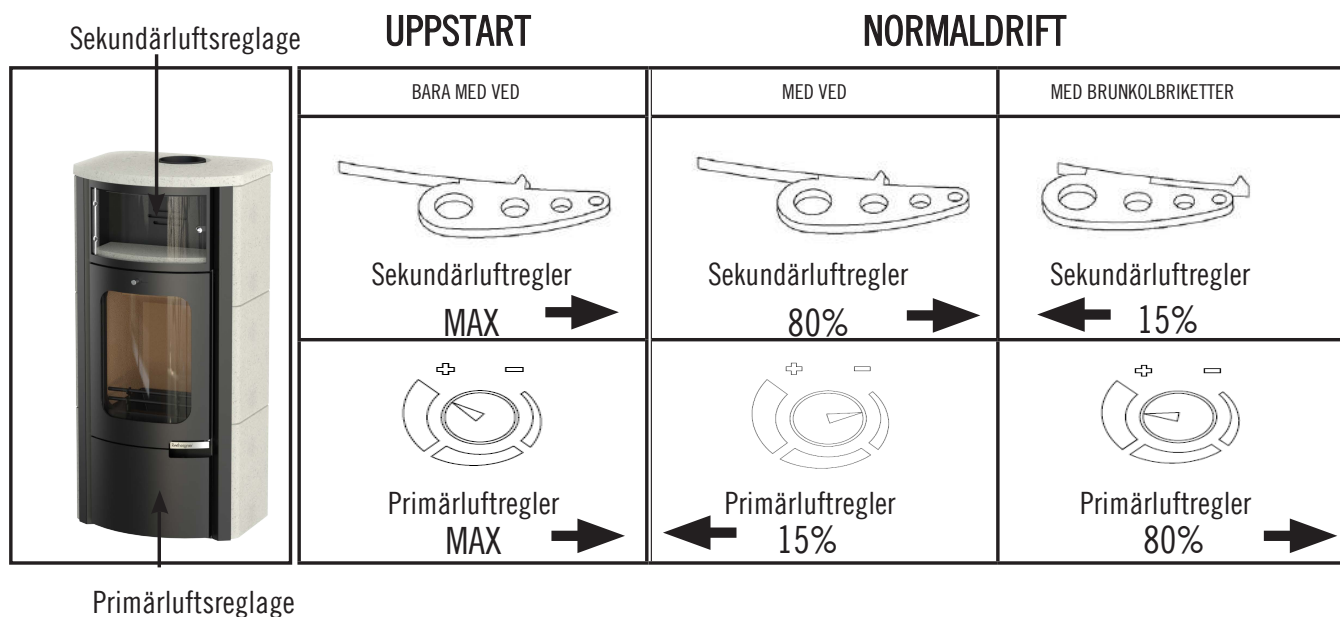

Abbildung 2: Verwendung des Luftreglers
4. Bild 2 Användning av luftreglaget	Sida 74